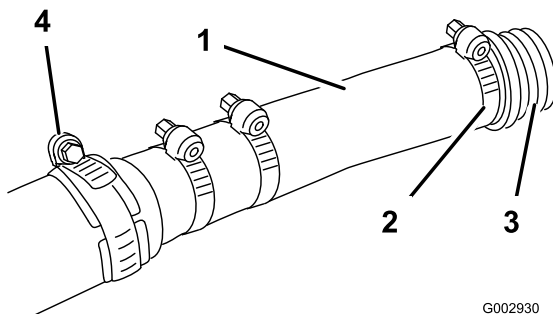

Bild 11
5. Schieben Sie eine große Schlauchklemme (die Sie vom Schlauch in Schritt 2 abgenommen haben) über den Schlauch und befestigen Sie die Armatur ganz im Innern des Schlauchs, befestigen Sie sie mit einer Schlauchklemme (Bild 11).